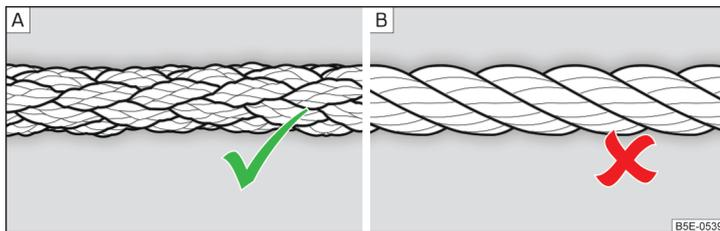

Fig. 189 Câble de remorquage tressé / Câble de remorquage tordu
Utilisez un câble de remorquage tressé pour le remorquage » fig. 189 - A.
- Lors du remorquage, n'utilisez pas de câble entortillé » fig. 189 - B, l'œillet de remorquage pourrait se dévisser du véhicule - risque d'accident.